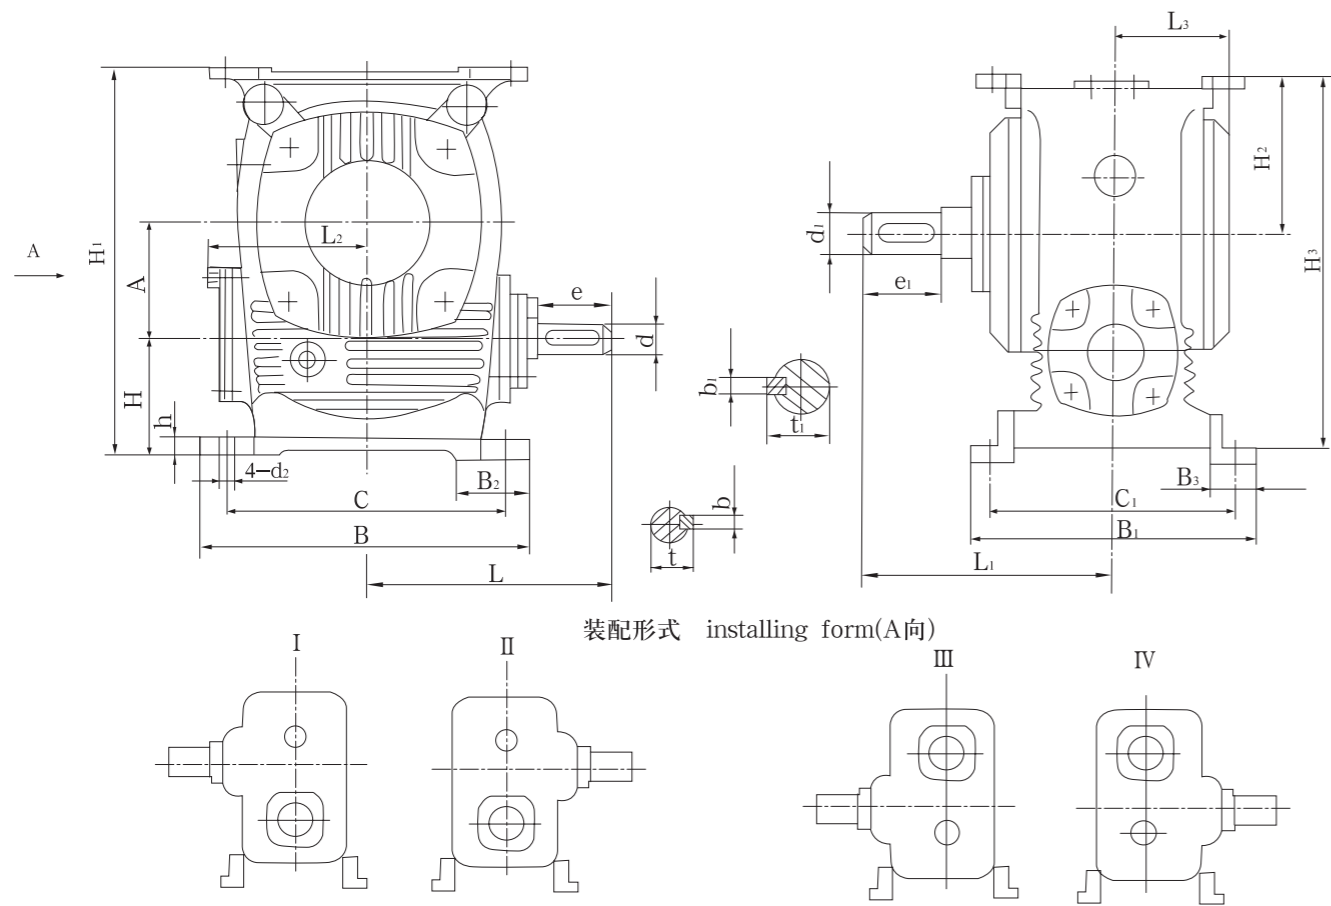
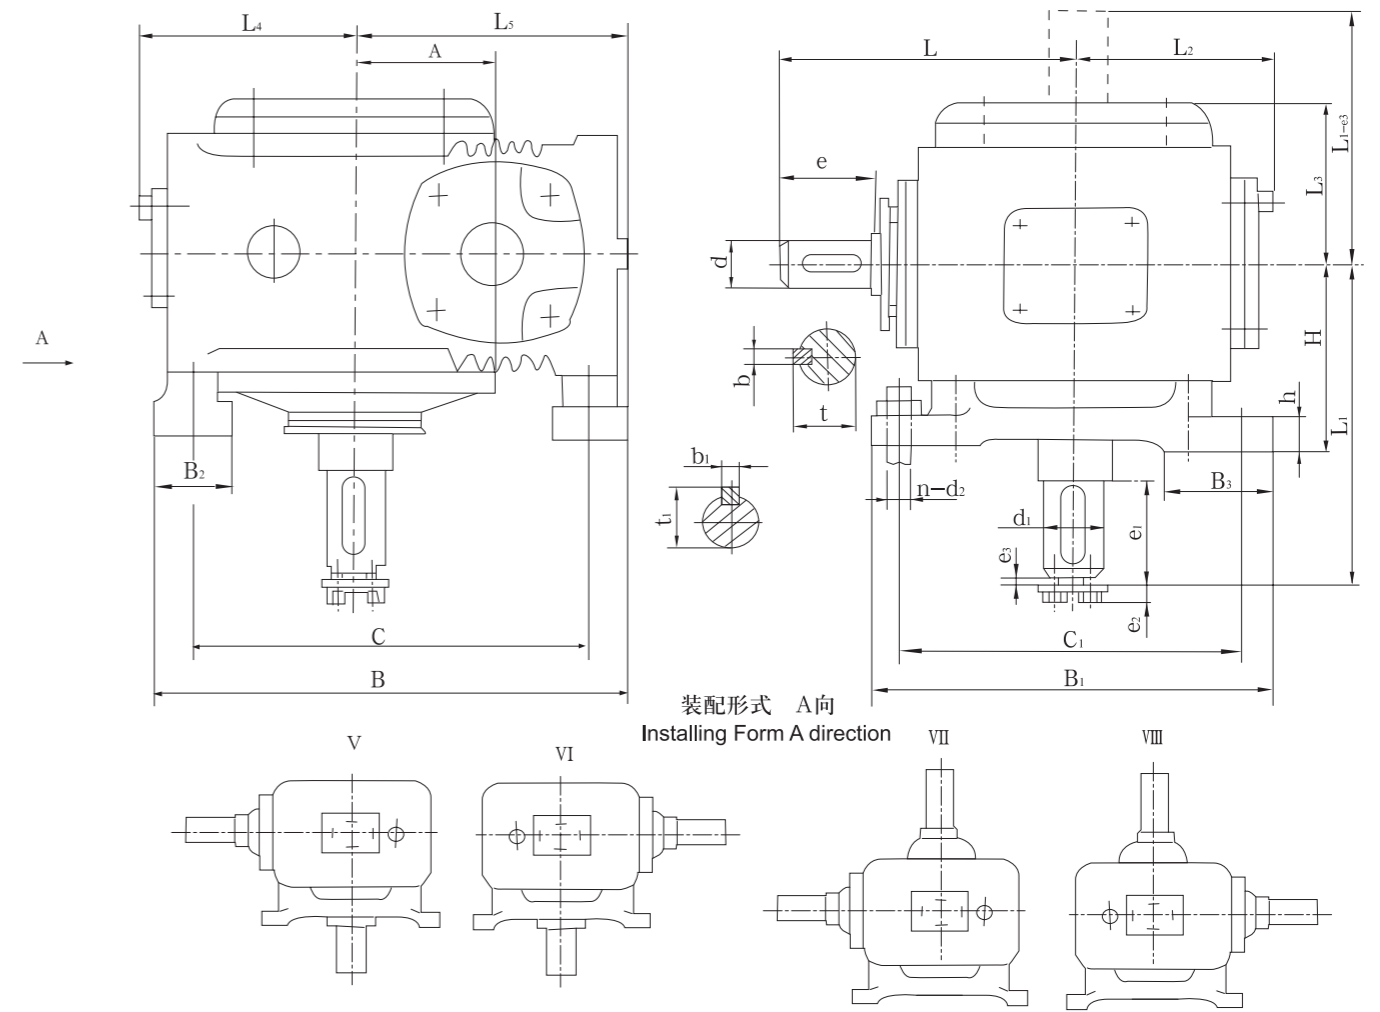

图 1 Drawing 1
图 2 Drawing 2
a) WHT 型——通用型，见图 1、图 2。
#### 4.1 WHT 通用型系列减速器的外形及安装尺寸见图 1、图 2，表 3、表 4。